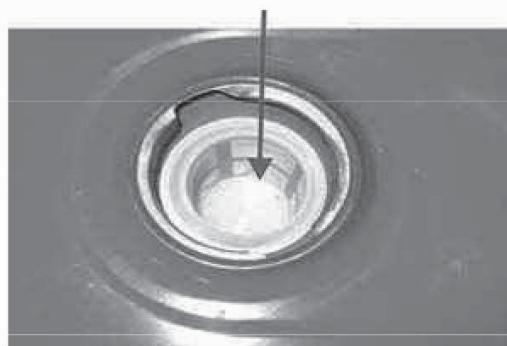

Рис.3.4
**ВНИМАНИЕ! НЕ ПЕРЕПОЛНЯЙТЕ ТОПЛИВНЫЙ БАК. УРОВЕНЬ ТОПЛИВА НЕ ДОЛЖЕН ПРЕВЫШАТЬ УРОВЕНЬ НИЖНЕГО СРЕЗА ГОРЛОВИНЫ БЕНЗОБАКА (рис. 3.4).**